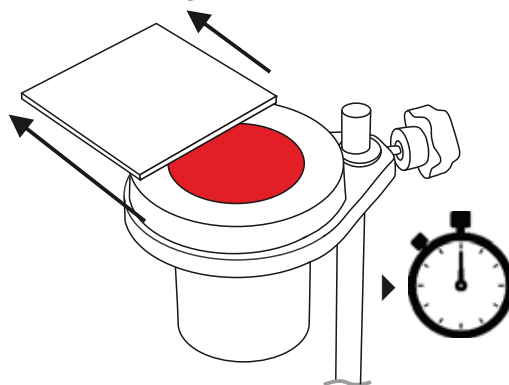

Bild 4
- 7 Entfernen Sie die Glasplatte und starten Sie die Stoppuhr^a (Bild 4).